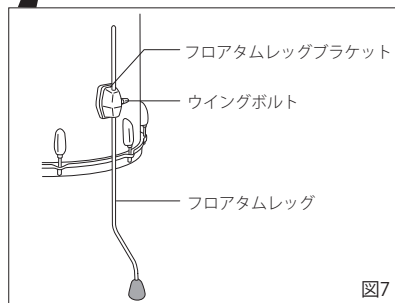

図7
4. フロアタムは付属のフロアタムレッグをレッグブラケットに差し込み、ウイングボルトで固定します (図 7)。